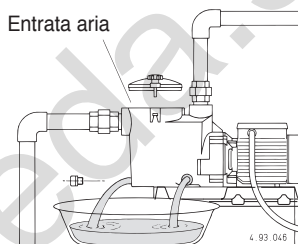

Fig. 4 Scarico
**Se la pompa rimane inattiva per lunghi periodi o se esiste il pericolo di gelo, deve essere svuotata completamente** togliendo i due tappi di scarico con le guarnizioni O-ring riutilizzabili (fig. 4).
Prima dello smontaggio svuotare il corpo pompa (vedere **fig. 4 e capitolo 13.**). Per lo smontaggio e il rimontaggio osservare la costruzione sul disegno in sezione (**capitolo 15.**).